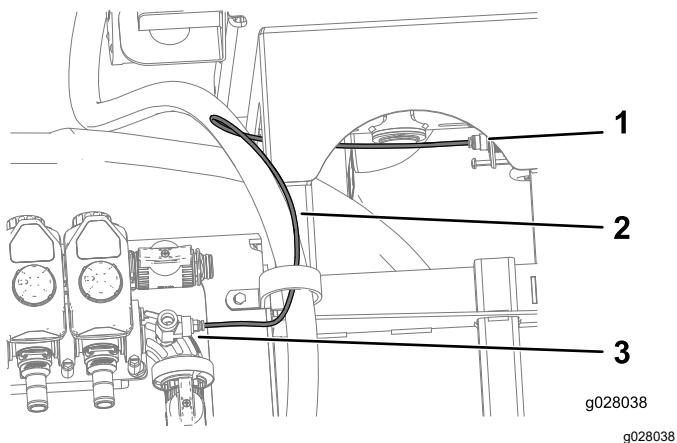

图 38
- 将压力传感器管连接到 90 度弯头内的 T 形接头连接头和压力表连接头 图 38。